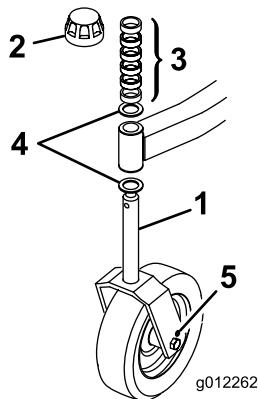

Figura 14
Nota: Per ottenere un taglio del prato esteticamente perfetto con altezze di taglio minori, abbassate la parte posteriore dell'apparato di taglio. A tale scopo, riposizionate gli assali delle ruote orientabili posteriori nel foro superiore delle forcille delle ruote orientabili (Figura 14). Posizionate gli assali nei fori delle forcille delle ruote orientabili inferiori per impostare un'altezza di taglio superiore in cui non si richieda un taglio perfetto esteticamente.
2. Rimuovete il cappuccio di tensione dall'asse del fusello. Fate scorrere i distanziali sul fusello della ruota orientabile, fino ad ottenere l'altezza di taglio richiesta (Fig. 18 e 19). Fate scorrere la rondella (Figura 14) sul fusello.
3. Spingete il fusello della ruota orientabile attraverso il braccio della ruota orientabile anteriore, montate l'altra rondella di spinta e i distanziali restanti sul fusello, quindi montate il cappuccio di tensione per fissare gli elementi del gruppo (Figura 14).